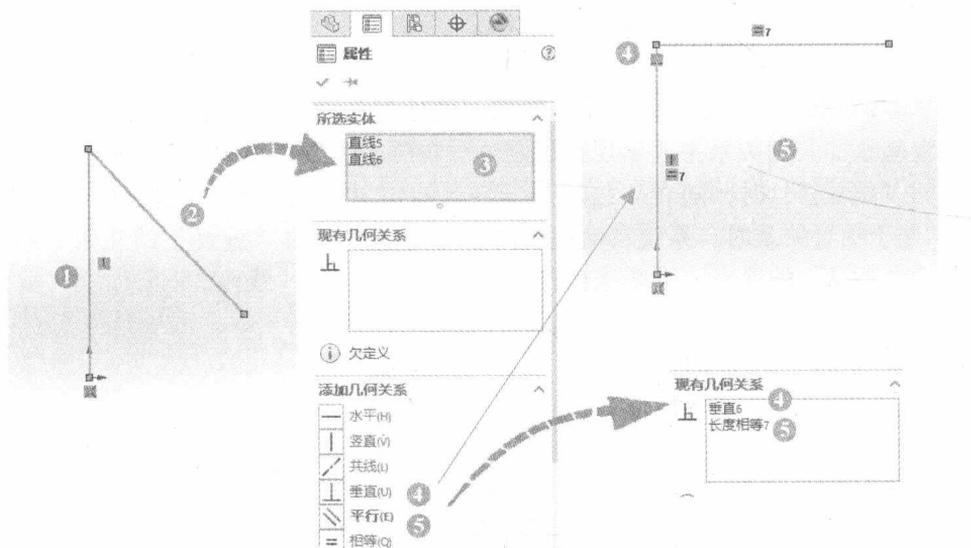

图 1-9 添加【垂直】与【相等】几何关系
如图 1-9 所示，给标记为①的“线段 1”与标记为②的“线段 2”添加“垂直”与“相等”几何关系。首先同时选中“线段 1”与“线段 2”，此时 SOLIDWORKS 会自动弹出添加几何关系的【属性】对话框，并且根据标记③处用户选择的元素，筛选出两条线段可被添加的几何关系，单击【垂直】与【相等】，即可给这两条线段添加几何关系。这里可以看出，在添加几何关系时可以同时添加多个几何关系。